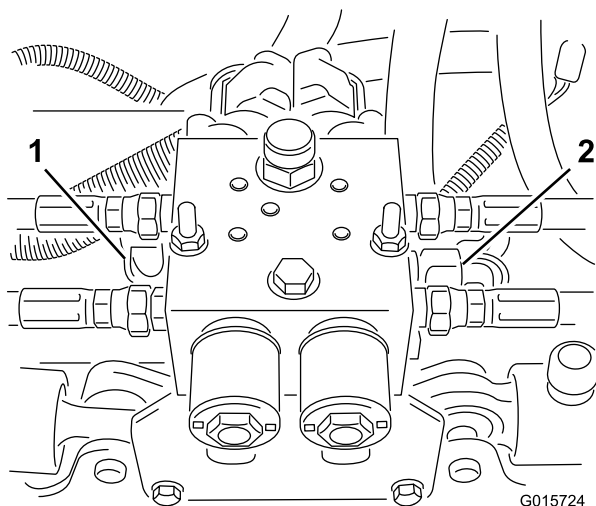

Рисунок 6
Примечание: Ослабьте два гидравлических соединителя с правой стороны и на отверстии манометра (Рисунок 6).
13. Снимите гидравлический блок с монтажного кронштейна, отвернув два болта с двумя контргайками (Рисунок 6).